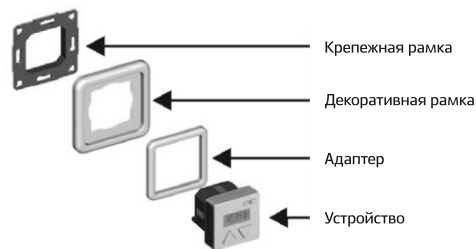

Рис. 5 — Установка устройства
- 2) последовательно продеть провода со съёмным клеммным соединителем сквозь крепежную, декоративную рамки и адаптер (рис. 5);